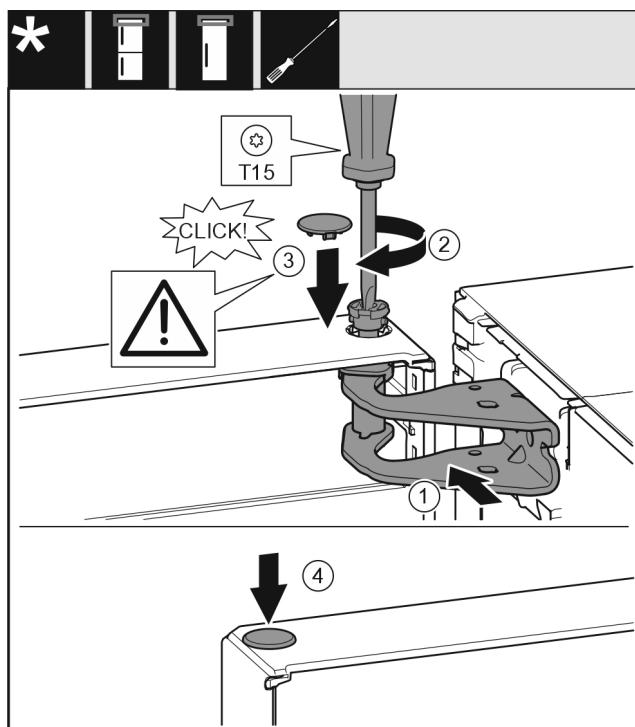

Fig. 21
- Tür oben zur Öffnung im Lagerbock ausrichten. Fig. 21 (1)
- Bolzen Fig. 21 (2) einsetzen und mit Schraubendreher festschrauben.
- Sicherungsabdeckung Fig. 21 (3) zur Sicherung der Tür montieren: Sicherungsabdeckung einsetzen und kontrollieren ob sie auf der Tür aufliegt. Ansonsten Bolzen vollständig einsetzen.
- Stopfen Fig. 21 (4) einsetzen.